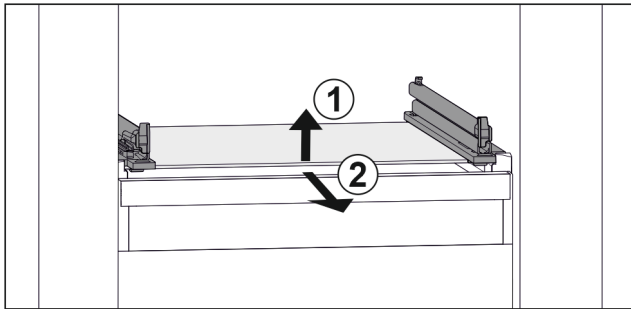

Fig. 54 Примерно изображение на стъклената плоча
- ▶ Повдигнете стъклената плоча отпред. Fig. 54 (1)
- ▶ Извадете стъклената плоча напред. Fig. 54 (2)